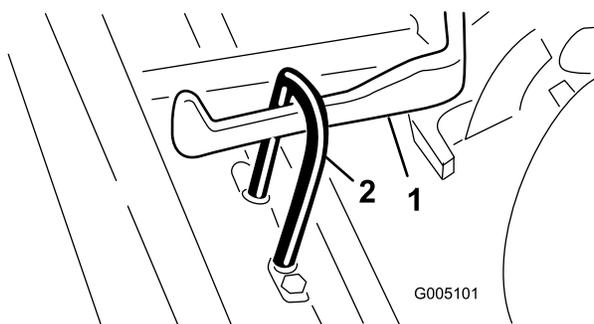

Figure 7
- Poussez l'unité de coupe sous le cadre de traction en accrochant le crochet de levage au bras de levage (Figure 7).